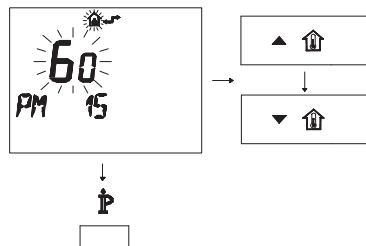

Figura 5.27
- Modificare il SET programmato agendo sui pulsanti ▲⬆️ o ▼⬆️ fino a visualizzare un set di 60, aspettare che il numero programmato cominci a lampeggiare (Figura 5.27).